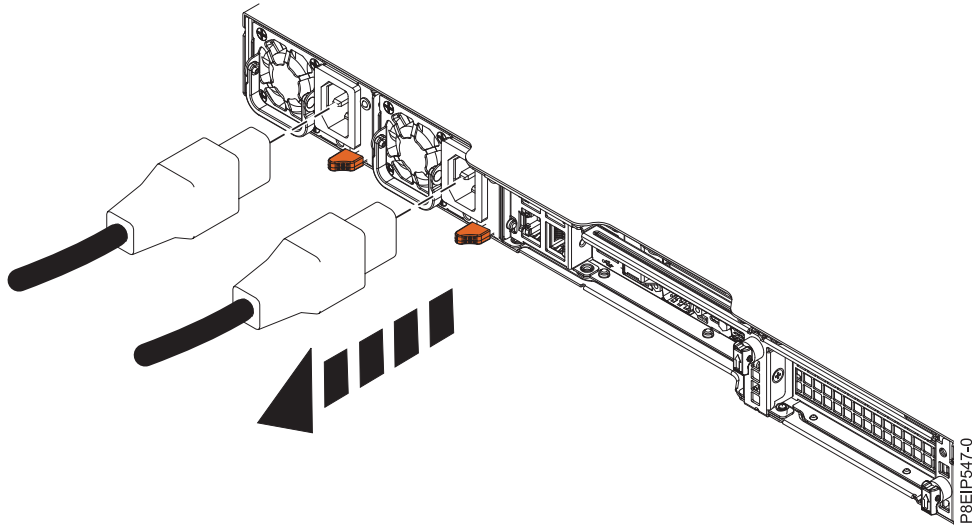

Figure 101. Retrait des cordons d'alimentation du système
2. Étiquetez et déconnectez les cordons d'alimentation du système comme indiqué dans la figure 101, à la page 99.